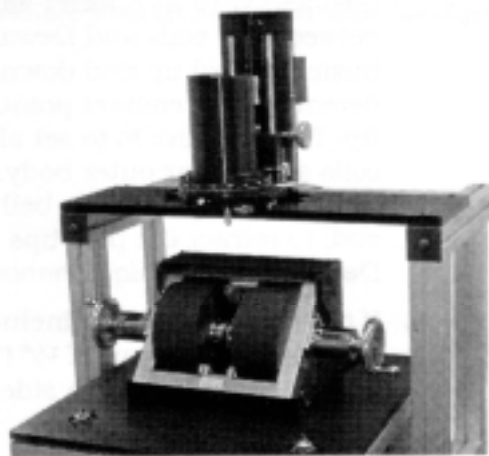

図5 VSM プレートが前の位置にセットされた状態
- 2、 VSM ドライバーアセンブリプレートをフレームの一番前までスライドさせます。(図5参照)
- 3、 フレームの後ろ側に VSM アセンブリをスライドさせます。(図 5)